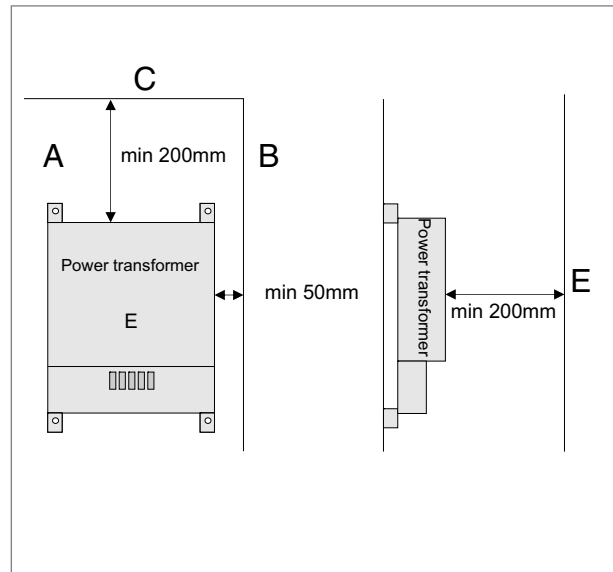

Fig. 2
Un fusible défectueux indique en général un court-circuit ou une surcharge de la sortie 12V. Ceci est signalé par une LED rouge allumée près du fusible (voir fig. 2), si un consommateur est raccordé.
Allumez à nouveau l'unité (voir fig. 2). Si le fusible se déclenche à nouveau, faites appel à un partenaire de service Dometic pour le convertisseur CA/CC.
- Installez le convertisseur CA/CC dans un endroit bien aéré et protégé contre l'humidité. Pour obtenir une évacuation optimale de la chaleur, monter l'appareil à la verticale (voir fig. 2).
Le montage optimal du convertisseur CA/CC est en position verticale (fig. 2). La température ambiante maximale peut aller jusqu'à 50°C.